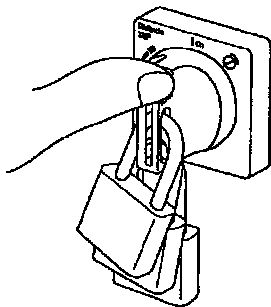

Abb. 75
2. Stellen Sie sicher, dass die Stromversorgungskabel (Motorkabel) keine Spannung aufweisen, indem Sie den Trennschalter auf Position „O“ oder „OFF“ stellen. Wenn möglich, schließen Sie den Trennschalter mit einem Vorhängeschloss ab oder bringen Sie ein Schild an, das jede Handhabung verbietet (Abb. 75).